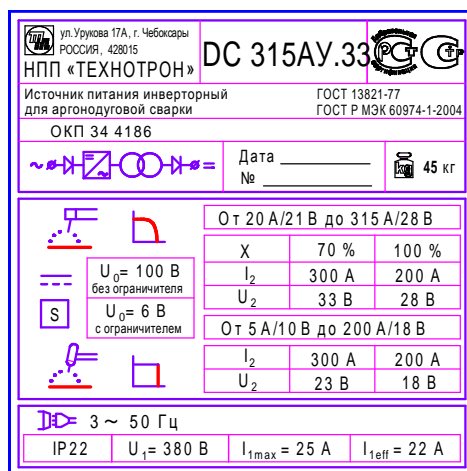

Рисунок 5 – Табличка на DC 315AU.33
1.5.1 На лицевую панель нанесены: обозначение источника, товарный знак НПП «Технотрон», символ источника, пригодного для питания сварочных процессов, выполняемых в среде с повышенной опасностью поражения электрическим током, а также надписи, поясняющие назначение элементов. Предупредительный знак опасного напряжения, знак заземления расположены на задней панели. Там же прикреплена табличка (рисунок 5) содержащая три секции.